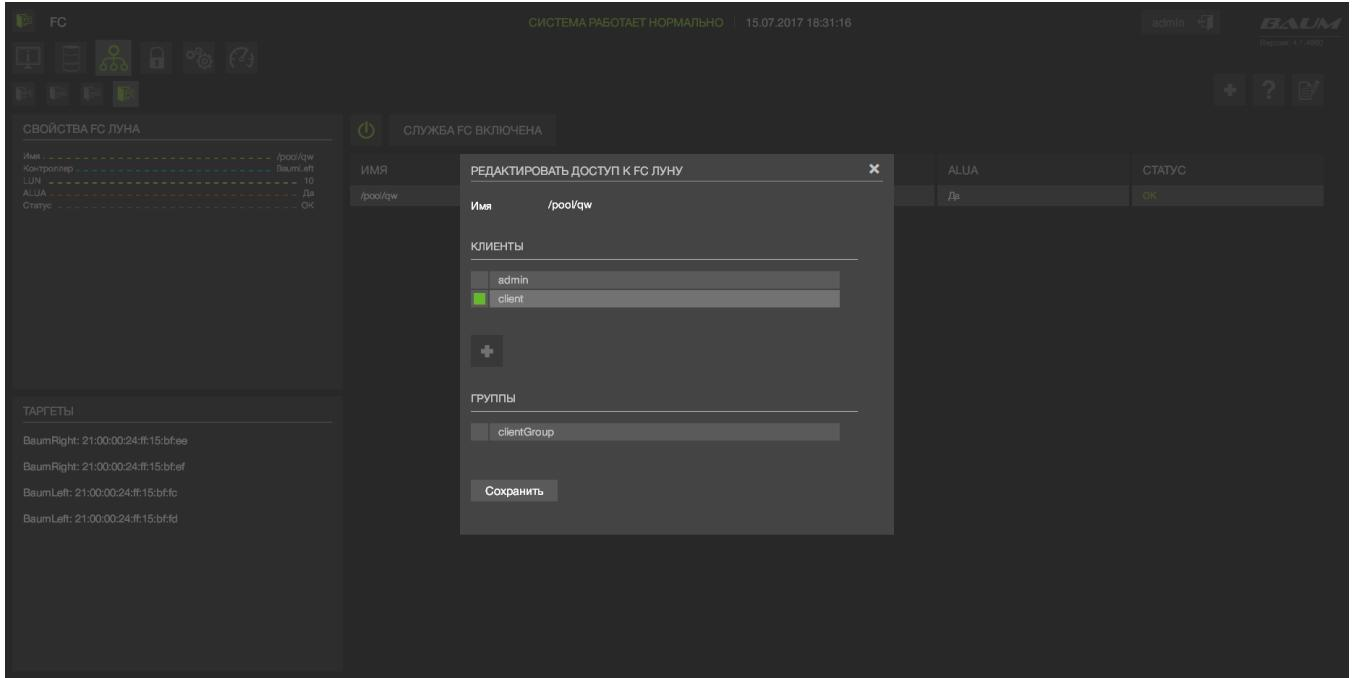

Рисунок 32 – Редактирование доступа к луну Fibre Channel
- 1) Выбрать FC луну (см. Рисунок 32).